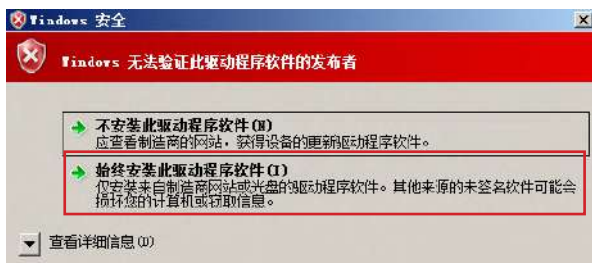

图 13-7 始终安装驱动程序
- (4) 通过上述操作出现图 13-7，点击【始终安装此驱动程序软件】